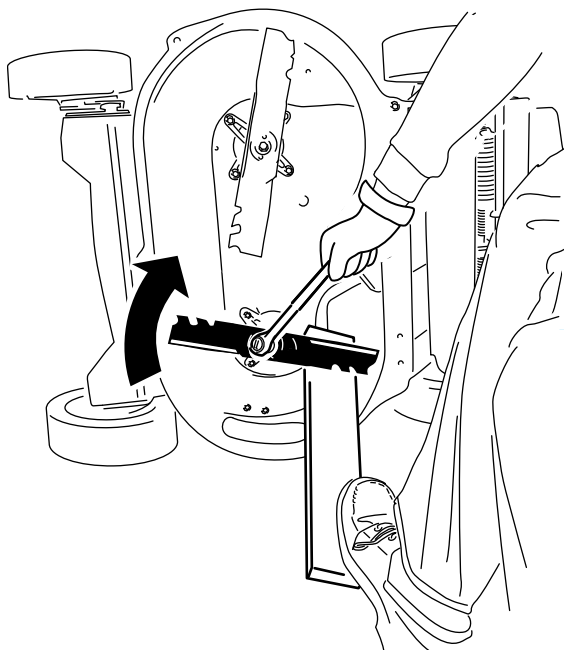

Figure 37
2. Immobilisez chaque lame à l'aide d'une planche et tournez le boulon de lame dans le sens horaire au moyen d'une clé dynamométrique comme montré à la Figure 37; serrez chaque boulon de lame à 82 N·m (60 pi-lb).